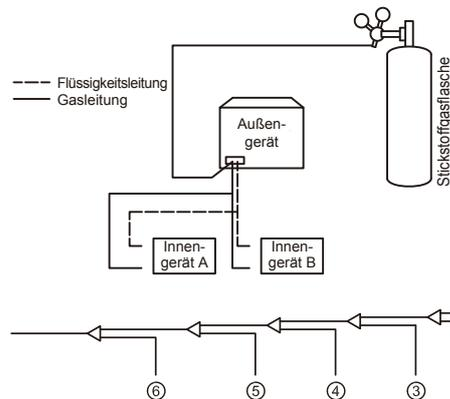

Abb. 5.38
- Verwenden Sie Blindstopfen, um alle flüssigkeits- (und gas-)seitigen Öffnungen zu verschließen, mit Ausnahme der Öffnung am Innengerät, die am weitesten von den Außengeräten entfernt ist ("Innengerät A" in Abb. 5.38).